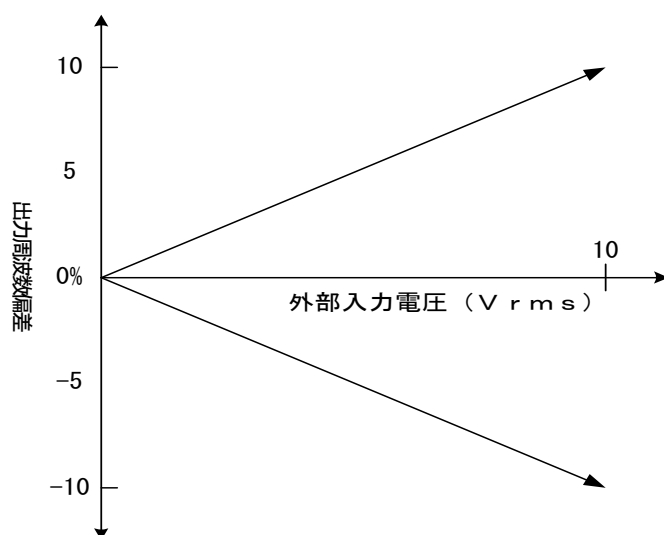

図5-3. EXT SYNC
- (2) 電源を入れ、各スイッチを目的の位置にセットします。
- (3) 目的の周波数レンジに⑤周波数レンジ設定ボタンをセットし、⑦周波数ダイヤルを以下のように合わせます。例えば、⑤周波数レンジ設定ボタンを×100にセットし、⑦周波数ダイヤルを50にセットすると、出力周波数は5kHz（ $100 \times 50 = 5000 = 5k$ ）となります。
- (4) ④出力波形選択ボタンで正弦波、方形波のいずれかを選択します。ボタンがオフ（押し込まれていない状態）で正弦波、オン（押し込まれた状態）で方形波が選択されます。
- (5) 出力の振幅を変えるには、⑥出力レベル調整ツマミと②減衰器で設定してください。設定例として振幅をセットする手順を以下に示します。
- a. ③OUTPUT端子に電圧計を接続します。②減衰器を0dBにセットして、電圧計の表示が1Vrmsになるように⑥出力レベル調整ツマミを回します。
- b. ②減衰器を-10dBにセットすると、振幅は316mVrmsになります。
- c. ②減衰器を-20dBにセットすると、振幅は100mVrmsになります。
- d. ②減衰器を-30dBにセットすると、振幅は31.6mVrmsになります。
- e. ②減衰器を-40dBにセットすると、振幅は10mVrmsになります。
- f. ②減衰器を-50dBにセットすると、振幅は3.16mVrmsになります。
- (6) ⑧外部同期入力端子に正弦波（外部入力信号）を入力すると、外部入力信号と同期した周波数の信号が③OUTPUT端子から出力されます。同期する範囲は外部入力信号の振幅に比例して図5-3. に示されるように、1Vrmsの入力電圧につき±1%です。